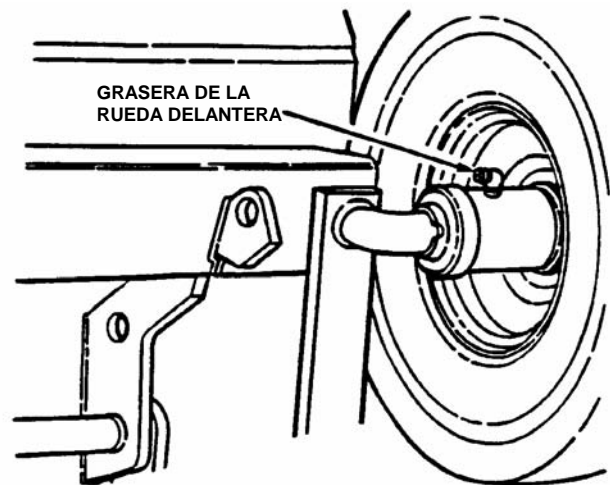

FIGURA 3.7
1. Lubrique los cojinetes de las ruedas delanteras con cinco disparos de grasa universal de una pistola engrasadora. Vea la figura 3.7.